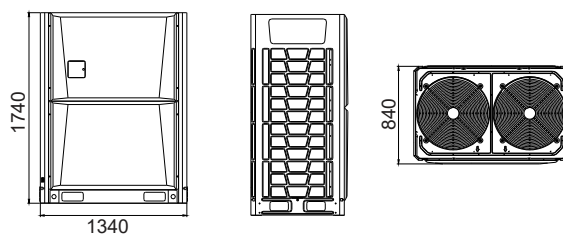

Fig.3.3 Forme 3 (18HP~20HP)
- 1- La machine doit être installée sur une base solide en ciment ou en béton, conformément à la figure 3.3 ou aux mesures de l'installation.